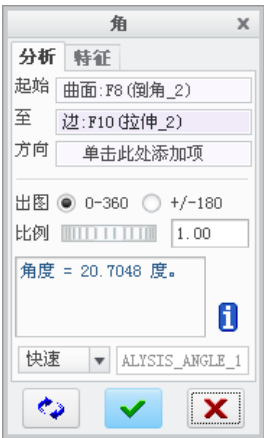

图 5.8.16 “分析”选项卡
- (3) 在图 5.8.16 所示的“分析”选项卡的结果区域中，可查看测量的结果。